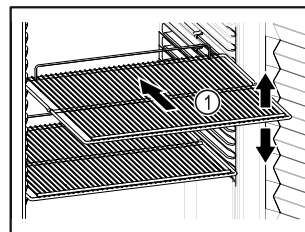

Fig. 59 Ilustratīvs attēlojums
- ❑ Ja novietošanas režģi Fig. 59 (1) ir novirzāmi, pielāgojiet tos pēc augstuma.